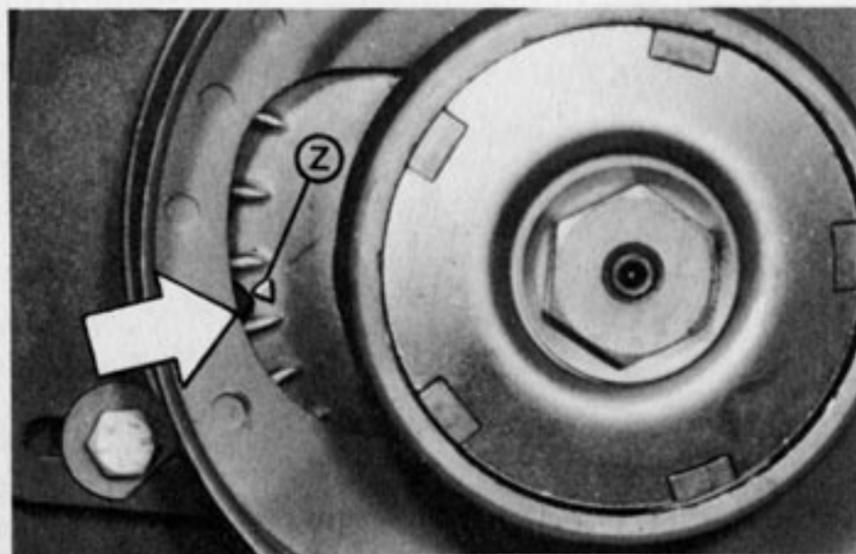

Fig. 65
2) - La corretta fasatura del motore è garantita quando il piolo "Z" (fig. 65), risulta allineato, o discostato di $\pm 1^{\circ},30$, rispetto alla corrispondente traccia ricavata sul coperchio chiocciola.